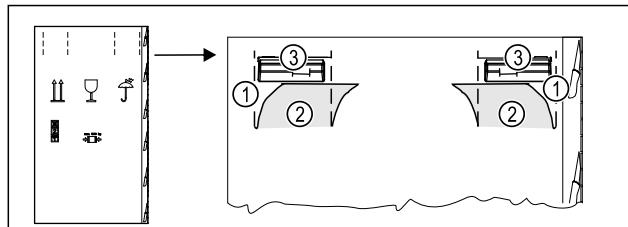

Fig. 4
- Verpackungskarton oben an der Perforierung Fig. 4 (1) eindrücken.
- Eingedrückte Laschen Fig. 4 (2) herausziehen.
- Tragegriffe Fig. 4 (3) rechts und links sichtbar.
- Gerät an den Tragegriffen Fig. 4 (3) halten.